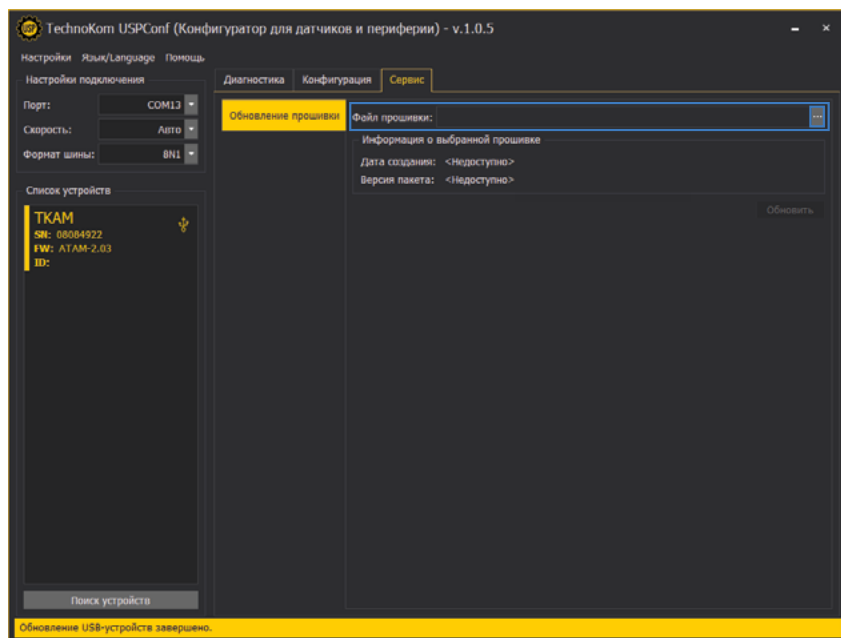

Рис.18. Обновление прошивки датчика.
- в программе перейдите на вкладку «Сервис» и нажмите кнопку в строке «Файл прошивки» (Рис.18). После этого вам будет предложено выбрать нужный файл прошивки. Файл прошивки должен иметь формат .eraw.